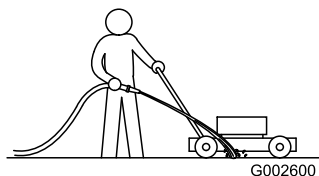

Figure 20
5. Mettez le moteur en marche et engagez la lame, puis dirigez un jet d'eau devant la roue arrière droite (Figure 20).